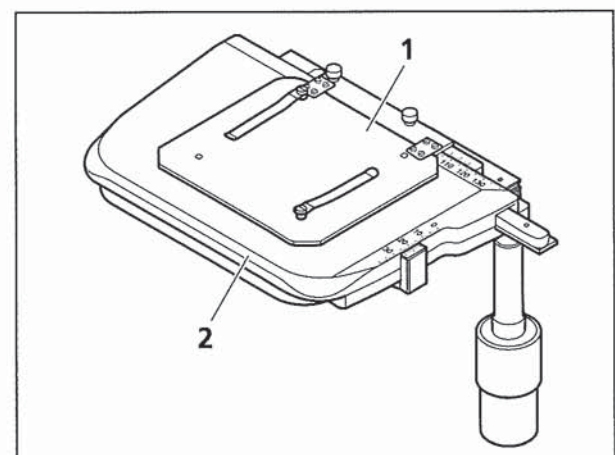

Bild 2-16 Kreuztisch Auflicht 75x50 R mit Objekthalterplatte
- Kreuztisch Auflicht (Bild 2-16/2) zur Aufnahme, Positionierung und Fixierung von Auflichtpräparaten mit Objekthalterplatte (Bild 2-16/1) mittels Federklemmen.